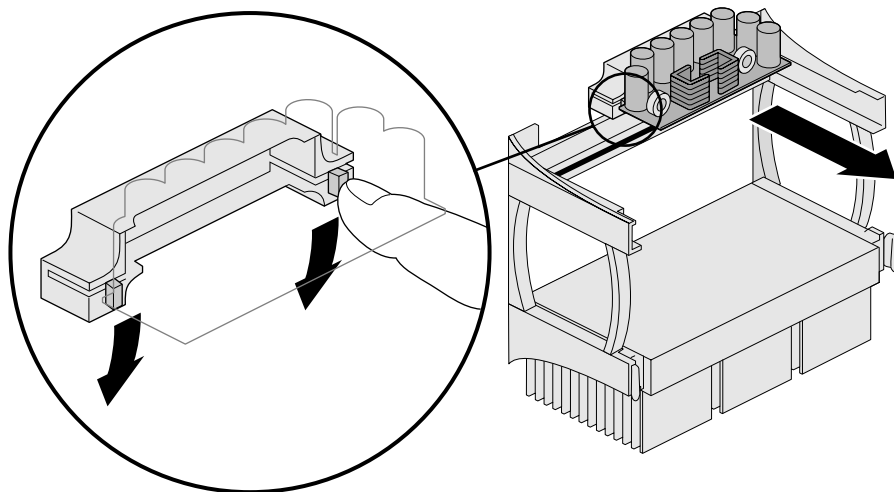

図 6-10 プロセッサ電圧レギュレータの取り外し
8. セカンダリプロセッサを取り外して、プロセッサターミネータカードを取り付けた場合は、電圧レギュレータも取り外します（図 6-10）。